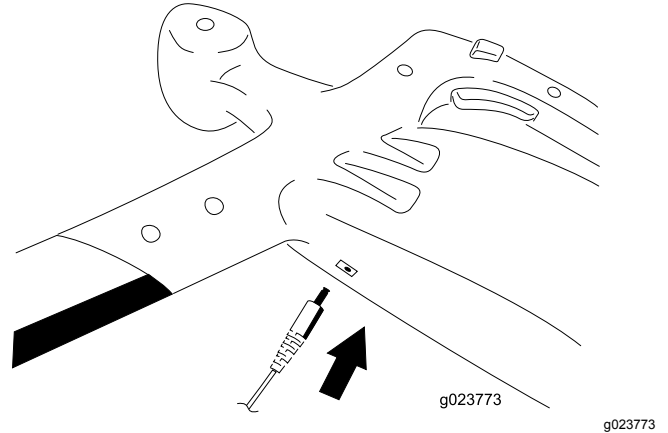

Figure 3
1. Branchez la fiche du chargeur à la prise de la débroussailleuse (Figure 3).